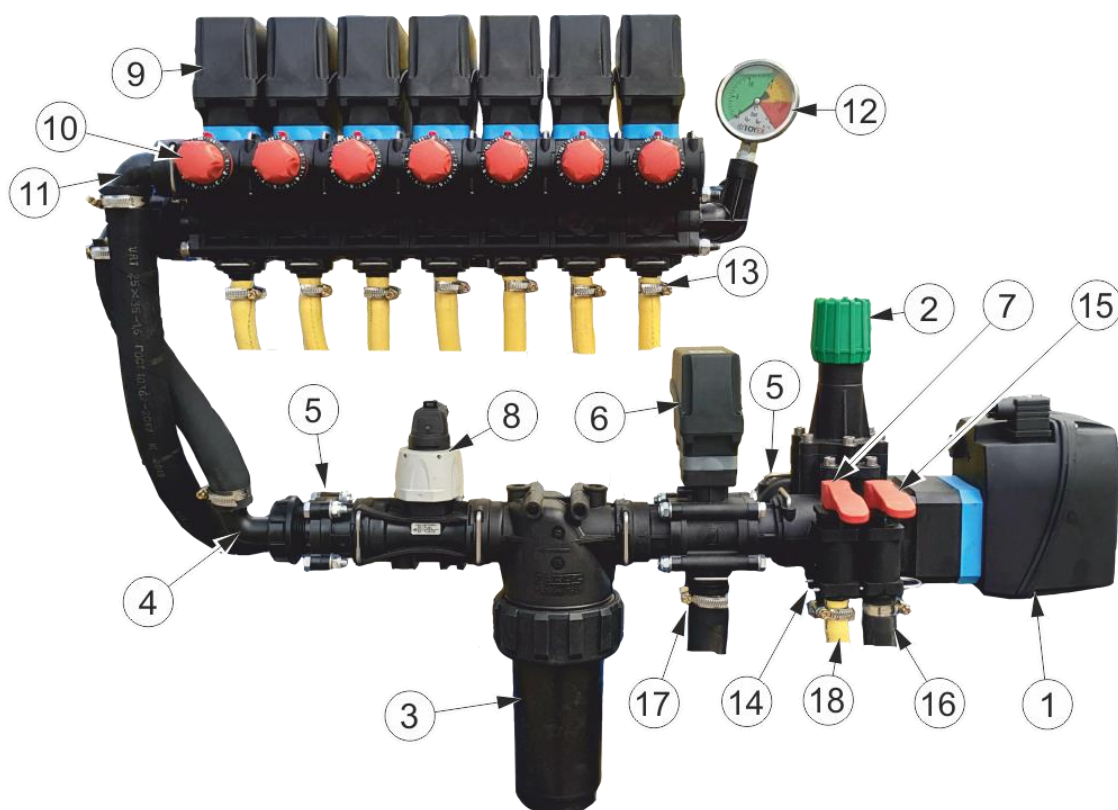
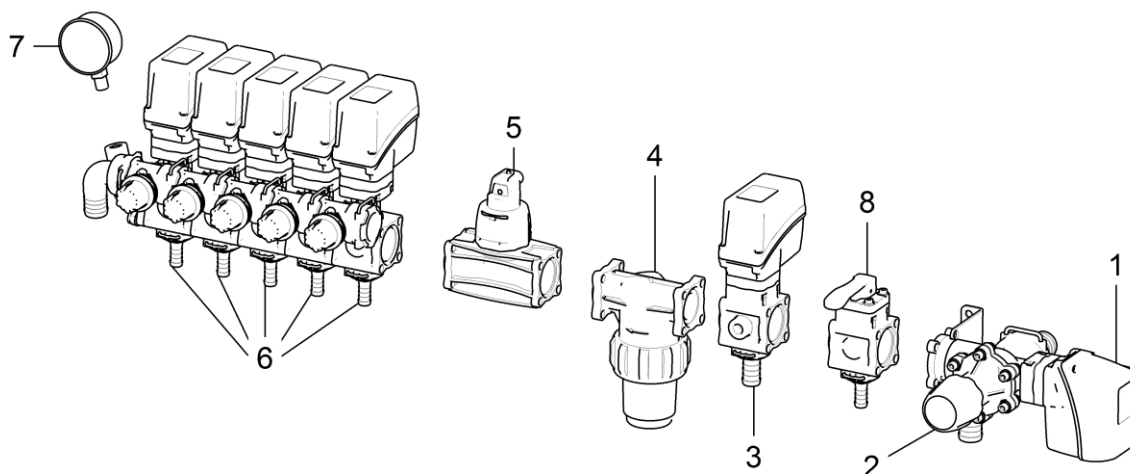

Рис. 4. Блок регулировки давления и управления потоком жидкости.
Рис. 5. Названия компонентов блока регулирования давления
Компьютер «Bravo-400S LT» (Рис. 3) и комплект оборудования (Рис. 4) для опрыскивателей, производимых ООО «Ремком», предназначен для регулировки количества жидкости, подаваемой на штангу опрыскивателя, за счет изменения давления в системе нагнетания.
Рис. 4а. Bravo-400S LT. Элементы управления и разъёмы.
Главный клапан 1 (Рис. 5) предназначен для управления общим потоком жидкости, идущей от насоса (патрубок 14 (Рис. 4) – входной). Если подача жидкости на штангу опрыскивателя отключена, вся жидкость направляется на слив в основной бак через патрубок 15. Если подача жидкости на штангу опрыскивателя включена, то поток направляется через секцию 3 (Рис. 5) регулирования давления, фильтр 4 и расходомер 5 к блоку секций 9 распределения жидкости. Корпус главного клапана 1 имеет предохранительный клапан 2 с регулировочной гайкой (вентилем) 2 (Рис. 4), с помощью которой можно управлять максимальным рабочим давлением в системе нагнетания. При закручивании до упора по часовой стрелке – максимальное рабочее давление будет составлять 2 МПа.
Секция 3 (Рис. 5) регулирования давления управляется компьютером в автоматическом режиме и обеспечивает отвод части потока жидкости в основной бак опрыскивателя через фитинг 17 (Рис. 4). Регулировка давления в системе нагнетания обеспечивается изменением объема возвращаемой в бак жидкости.
Секция 8 (Рис. 5) обеспечивает подачу жидкости к гидромешалке. Секция управляется вручную оператором с помощью рукоятки 7 (Рис. 4).
Расходомер 5 (Рис. 5) предназначен для измерения объема жидкости, идущей на штангу за единицу времени.
Секции 6 (Рис. 5) распределения жидкости имеют электрическое управление. Каждая секция подает жидкость к одной из секций штанги через фитинги 13 (Рис. 4). Секции 6 (Рис. 5) оборудованы клапанами 10 регулировки обратного потока. Эти клапаны предназначены для регулировки объема жидкости, идущей на слив в бак, при отключении секции штанги. Жидкость отводится в бак через патрубок 11 (Рис. 4).
Фильтр 4 (Рис. 5) необходимо промывать не реже 1 раза в смену. Для этого снимается корпус фильтра и извлекается фильтрующий элемент (фильтр-вставка).
<p>Закреть рукоятку гидромешалки 5 (рис.4) Открыть рукоятку 3 подачи жидкости на миксер.</p>
<p>Выключить тумблера 15 (рис.4а) (положение вниз)</p>
<p>Главный механизм управления ON</p>	<p>Перевести тумблер 7 (рис.4а) управления главным клапаном в верх (ON)</p>
<p>Давление увеличить до 0,5 МПа (5 атм.), используя тумблер 13 (рис.4а) регулировки давления.</p>
Жидкость под давлением проходит через разветвитель потока 17 и поступает к блоку управления. Блок управления 12 устанавливает давление в системе нагнетания, обеспечивающее внесение необходимого количества рабочей жидкости на гектар при текущей скорости опрыскивателя. Скорость опрыскивателя рассчитывает компьютер «Bravo-180» по данным индуктивного датчика, установленного за левым (по ходу) колесом опрыскивателя. Сопоставляя данные по скорости движения и количество жидкости, идущей на штангу (определяется расходомером 8 (Рис. 4), компьютер рассчитывает текущий объем рабочей жидкости, вносимой на гектар. При отклонении фактической нормы внесения от заданной компьютер автоматически изменяет давление в системе нагнетания и восстанавливает требуемое значение.